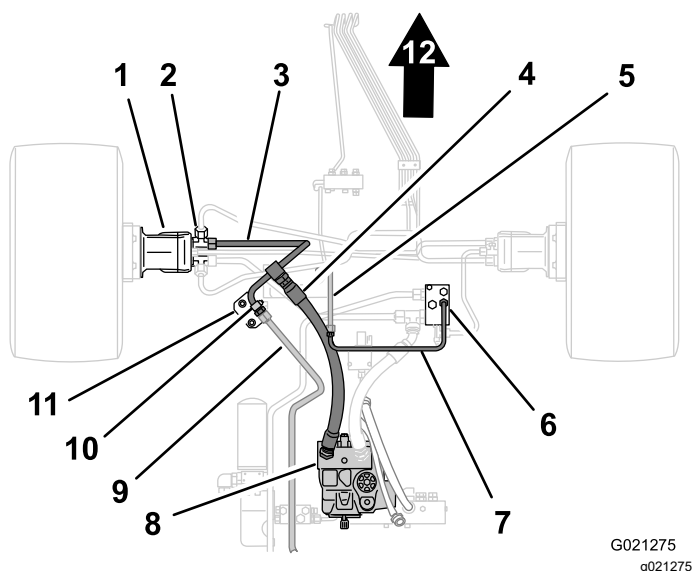
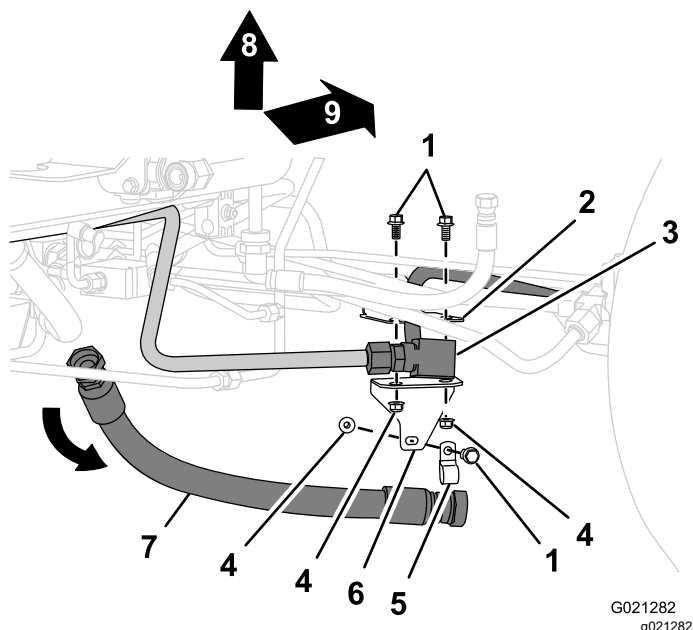

Figura 2
Figura 3
1. Coloque un recipiente debajo del extremo delantero de la manguera de presión (Figura 2).
2. Retire el extremo delantero de la manguera de presión del acoplamiento del tubo del divisor, y deje que se drene el aceite hidráulico de la manguera y del tubo (Figura 3).
3. Retire el extremo trasero de la manguera de presión del acoplamiento de la bomba hidráulica, y retire la manguera de presión; consulte la Figura 2 y la Figura 3.
2. Retire la tuerca del tubo transversal del acoplamiento del distribuidor de tracción trasera (Figura 2 o Figura 3).
3. Retire la tuerca del tubo del filtro del acoplamiento del tubo transversal, y retire el tubo transversal (Figura 2 o Figura 3).
1. Retire el perno y la tuerca que sujetan el tubo del divisor al soporte del tubo, y retire la abrazadera (Figura 3 o Figura 2).
2. Retire los 2 pernos y las 2 tuercas que sujetan el soporte del tubo al soporte del chasis (Figura 3 o Figura 2).
2. Retire la tuerca del tubo del divisor del acoplamiento en T del motor de tracción delantero izquierdo, y retire el tubo de la máquina (Figura 2 o Figura 3).